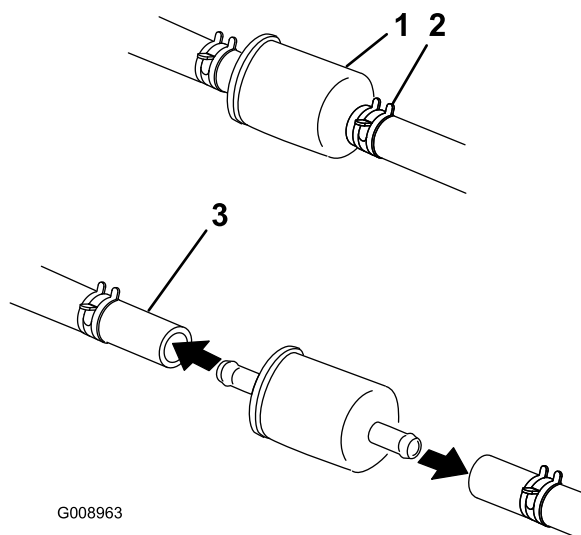

Figura 60
5. Chiudete la valvola di intercettazione del carburante sotto il sedile (Figura 60).
6. Premete le estremità delle fascette stringitubo ed allontanatele dal filtro (Figura 60).
8. Montate un nuovo filtro ed avvicinate le fascette stringitubo al filtro (Figura 60).